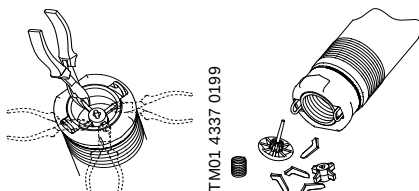

Abb. 7
1. Die Beine der Ventilfehrung mit einer Kombi- zange oder einem ähnlichen Werkzeug abschnei- den, siehe Abb. 7.